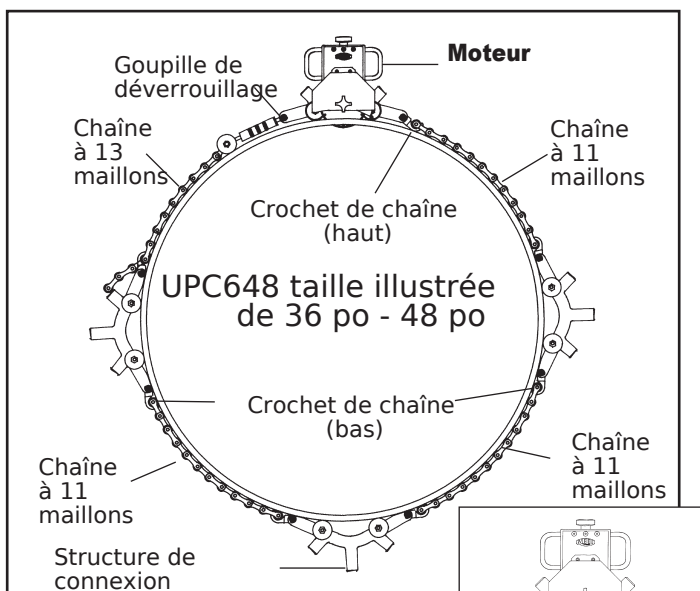

FIG. 5
3. Raccordez l'ensemble de chaîne de 13 maillons et de tendeur au moteur avec une goupille de déverrouillage. Étendre le tendeur dans la position la plus externe. (Fig. 5)
6. При резке трубы, для которой нужны соединительные fixation et des chaînes à 11 maillons (UPC636 et UPC648), montez au préalable les crochets de chaîne sur les structures de fixation en aluminium, crochets orientés vers le bas. Revenez à l'étape 5 en veillant à placer les structures de connexion à une **distance égale** du groupe moteur. (Fig. 5)